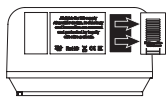

Рис. 15
2. Извлеките крышку отсека для датчика CO₂ (рис. 15).
3. Вставьте датчик углекислого газа CO₂-Z19 в установочное место в крышке отсека и завинтите два болта фиксации датчика (рис. 15).